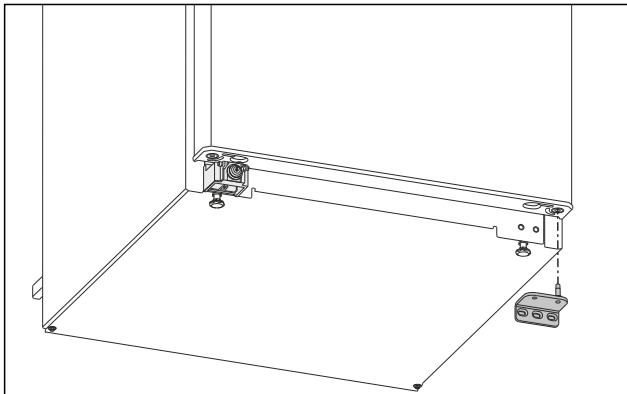

Fig. 7
- Verwijder de lagersteun naar beneden. (zie Fig. 7)